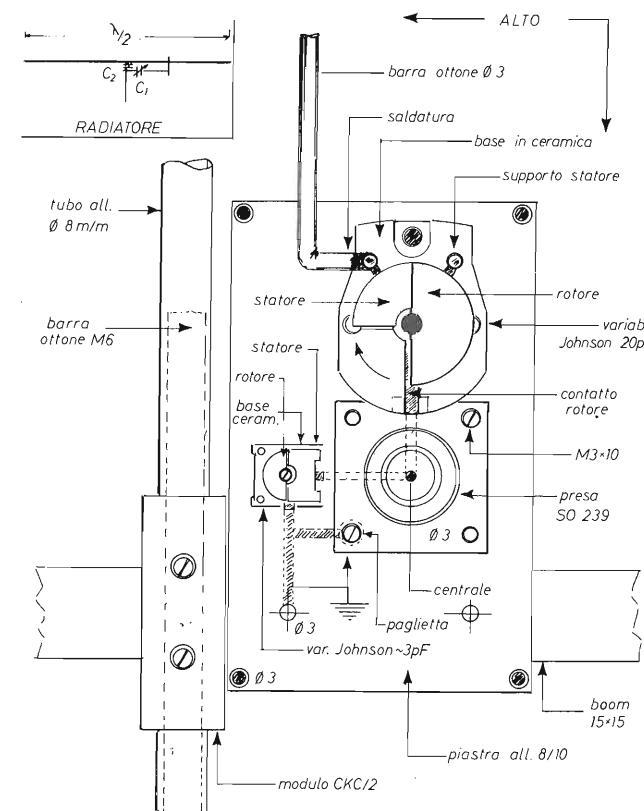
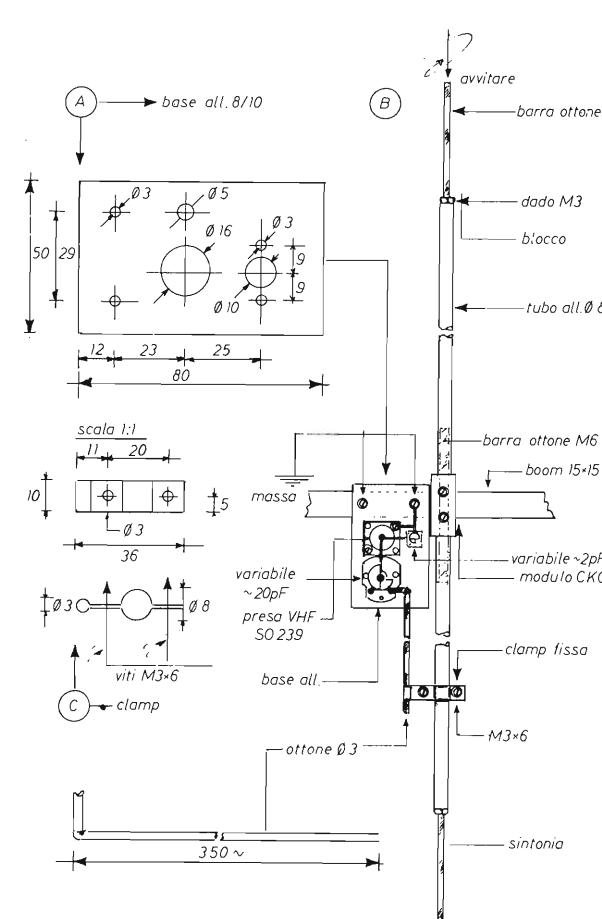

figura 2 - Schema di assemblaggio.
figura 3 - Modulo assemblato.
le in ferro, troppo dura da forare. Tracciare il piano di foratura seguendo lo schema della figura 3/A. Fare molta attenzione alla precisione dei fori, particolarmente a quelli per il condensatore variabile C1 (Ø3, Ø12, Ø3).
Il procedimento è indicato nella figura 3/C.
Una volta in possesso di tutte le parti componenti, compresa la barretta di ottone Ø3 mm, tagliata a conveniente misura, — vedi figura 3/B — si può proce-
- Inserire la clamp di cortocircuito elettrico e bloccarla in posizione con viti e dadi M3. Il modello assemblato si deve presentare come nella figura 3/B, con vista dall'alto. Per i dettagli sui collegamenti elettrici, osservare la figura 2 in scala volutamente ingrandita.